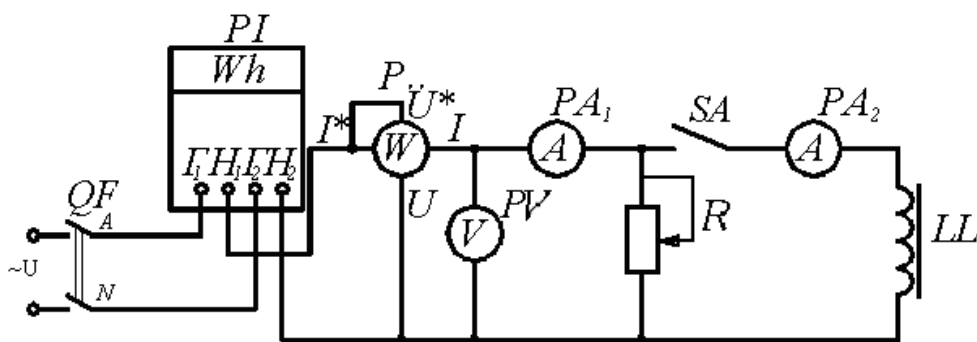

Рисунок 4.2 – Електрична принципова схема для дослідження однофазного індукційного лічильника активної енергії
1. Вивчити будову однофазного індукційного лічильника і за паспортними даними визначити його номінальну постійну (формула (4.5)). Зібрати схему для проведення досліду (рис. 4.2).